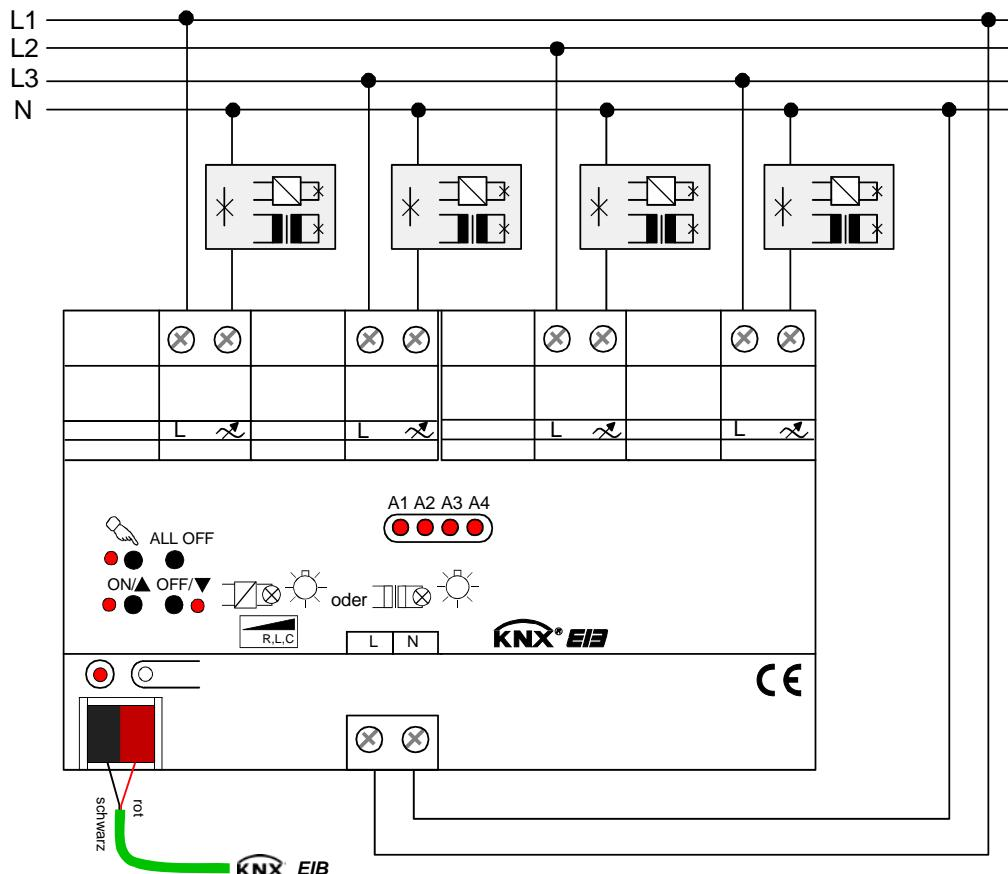

Bild 1: Elektrischer Anschluss der Netzspannungsversorgung und der Last
- Den Anschluss der Netzspannungsversorgung, der Lasten und der Busleitung gemäß Bild 1 (Anschlussbeispiel) vornehmen.